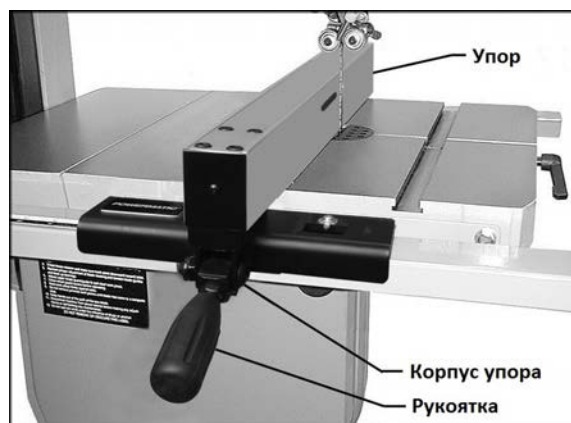
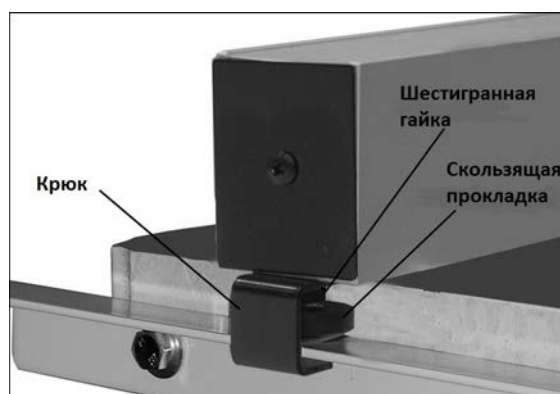

Рис. 28.
Рис. 29.
3. Поднимите ручку упора и наденьте узел упора на направляющий профиль, как показано на Рис. 28. Скользящая прокладка (Рис. 29) должна проходить по поверхности задней направляющей. При
См. Рис. 29 и 30.
4. Если требуется выравнивание зазора по всей длине упора, отрегулируйте высоту скользящей прокладки с его задней стороны (Рис. 29).